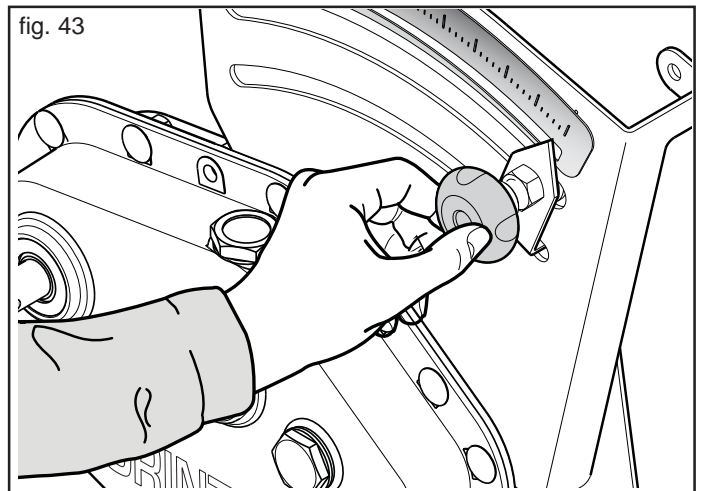

fig. 43
- 6) Loosen Sie die Feststellschraube an der Getriebeverstellung und (Abb. 43) ...